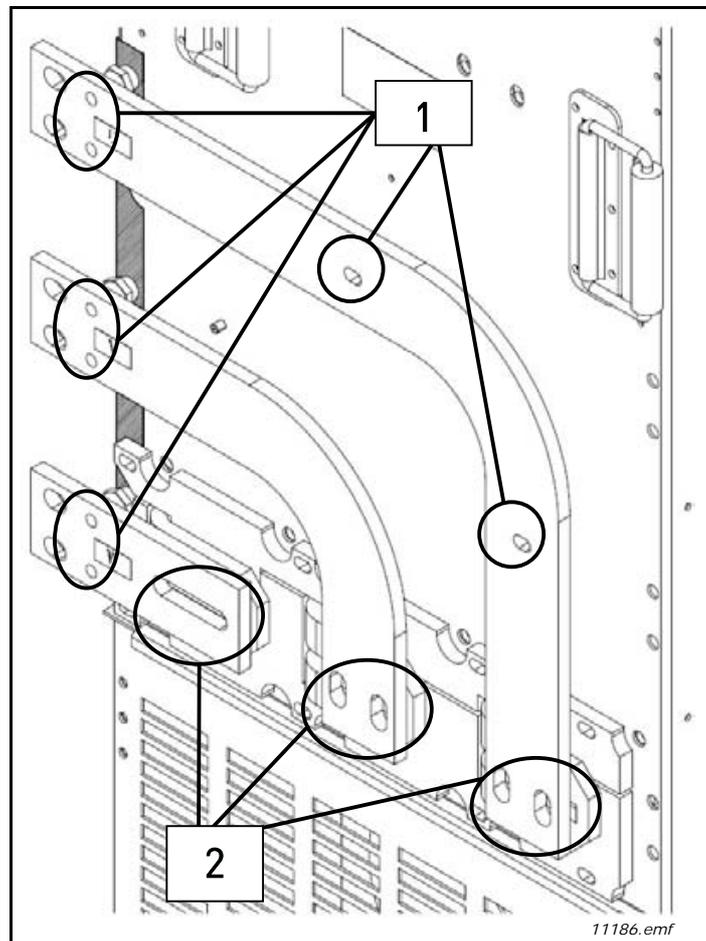

Figura 29. Conexión hacia la izquierda
5. Coloque las barras de bus como se indica en la Figura 29.
6. Cierre las sujeciones marcadas con el número 2 en la Figura 29.
7. Cierre las sujeciones marcadas con el número 1 en la Figura 29.